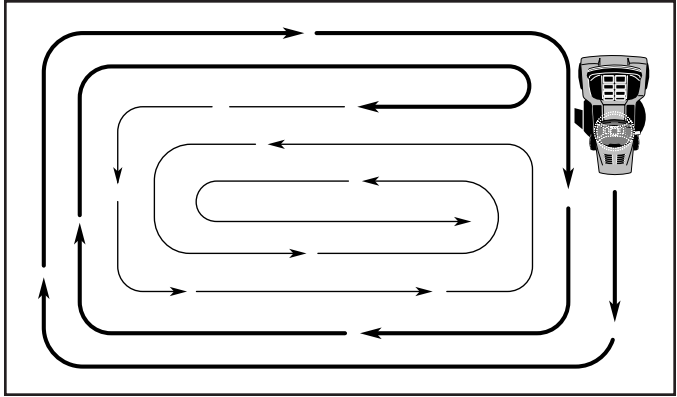

Fig. 26
- Al segar las áreas grandes, empiece girando a la derecha de modo que los recortes se descarguen, alejándose de los arbustos, cercos, entradas de automóviles, etc. Después de una o dos vueltas, siga en la dirección opuesta, haciendo virajes a la izquierda, hasta que termine (Vea Fig 26).